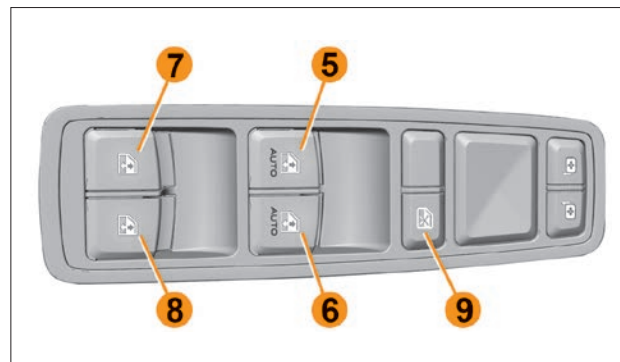

Рис. 4.1.4. Блок управления в двери водителя
В варианном исполнении стекла передних и задних боковых дверей оборудованы стеклоподъемниками с электрическим приводом, который работает только при включенном зажигании и имеет автоматический режим для передних стеклоподъемников (рис. 4.1.4).
Клавиши управления электростеклоподъемниками с места водителя (рис. 4.1.4):
- если нажать клавишу **5** или **6/10** (см. рис. 4.1.4 и 4.1.5) вниз до упора и сразу же отпустить, произойдет полное опускание соответствующего стекла;
- если потянуть клавишу **5** или **6/10** (см. рис. 4.1.4 и 4.1.5) вверх до упора и сразу же отпустить, произойдет полное поднятие соответствующего стекла.
Примечание. Повторное воздействие на клавишу **5** или **6/10** (см. рис. 4.1.4 и 4.1.5) во время работы стеклоподъемника в автоматическом режиме остановит его. Если во время закрывания в автоматическом режиме стеклоподъемник встретит сопротивление (например, из-за ветки и т. п.), то подъем стекла прекратится, и оно немного опустится.
Для того чтобы отключить управление электростеклоподъемниками задних дверей, следует нажать кнопку **9** (см. рис. 4.1.4) в блоке управления электростеклоподъемниками, при этом кнопка зафиксировается в нажатом положении. Для возобновления возможности управления электростеклоподъемниками задних дверей следует повторно нажать кнопку **9** в блоке переключателей. При этом управление электростеклоподъемниками задних дверей не пропадает с блока переключателя двери водителя.